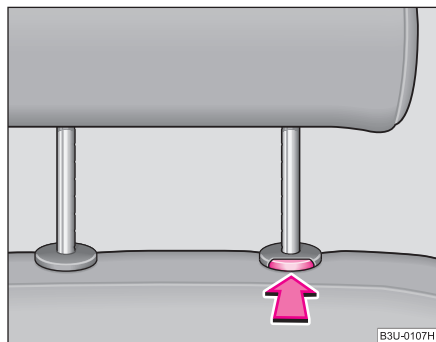

Fig. 48 Scoaterea tetierei
- Apăsați tasta de siguranță în sensul săgeții ⇒ fig. 48 și scoateți tetiera.
La deplasarea tetierei înclinabile* din poziția superioară în poziția inferioară, trebuie să apăsați siguranța ⇒ fig. 48.